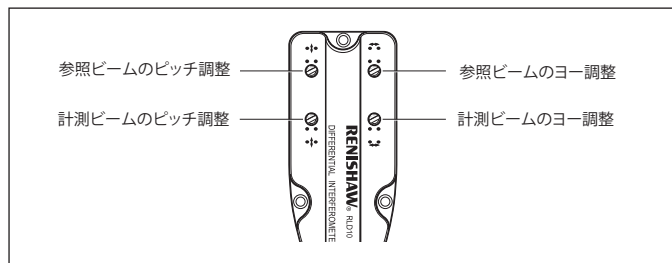

図46 — ピッチとヨー調整ネジ
4. 図46を参考にして、適当なドライバを使用して参照ビームと計測ビームのヨー調整ネジを調整し、アライメントエイドの左側の45°の傾斜にビームが見えるようにします。